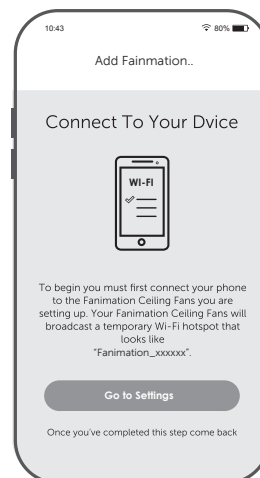

Figura 5
- ☐ 5. Instale la cubierta del cable del kit de iluminación en la ensamble de la placa de iluminación usandos las dos ranuras principales. Vuelva a colocar el tornillo retirados previamente y asegure los tres tornillos. (Figura 5)
- ☐ **5.** Instale las pila de 3V en el transmisor del mando a distancia. Mientras el ventilador esté apagado. (Figura 5)
- ☐ **5.** En este paso, el receptor WiFi de su ventilador de techo debe estar instalado y dentro del rango de su router WiFi. Con la App abierta, seleccione “añadir dispositivo”. (Figura 5)